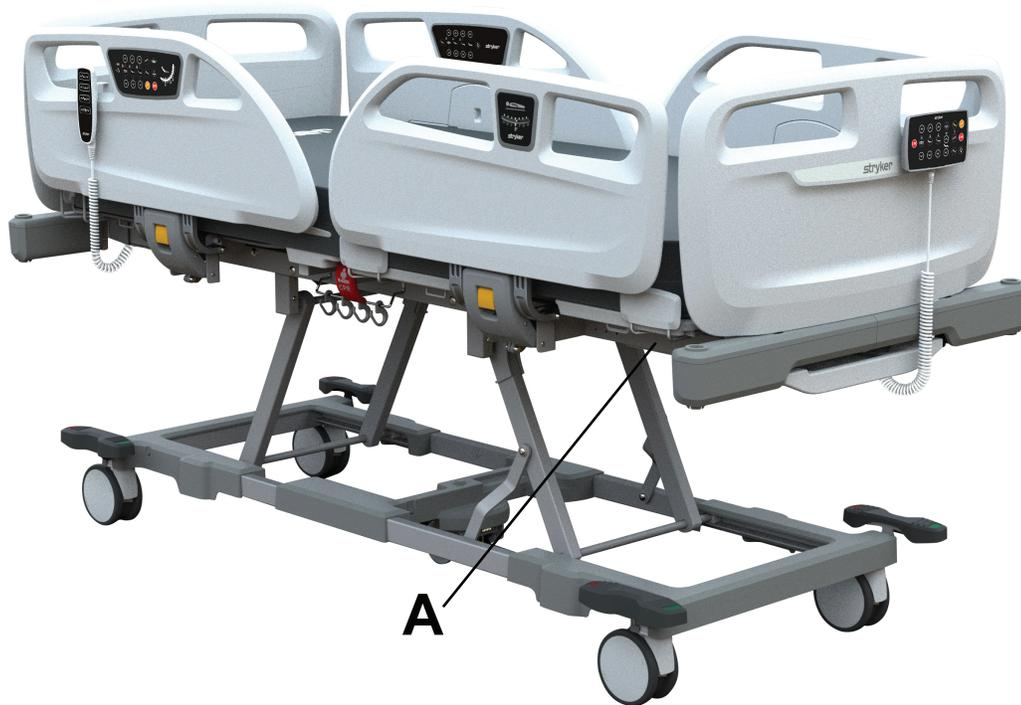

Abbildung 6 – Position der Stryker-Seriennummer und des Typenschilds
Die Stryker-Seriennummer und das Typenschild (A) befinden sich unter dem Patienten-Seitengitter in der Nähe des Fußendes des Produkts (Abbildung 6).